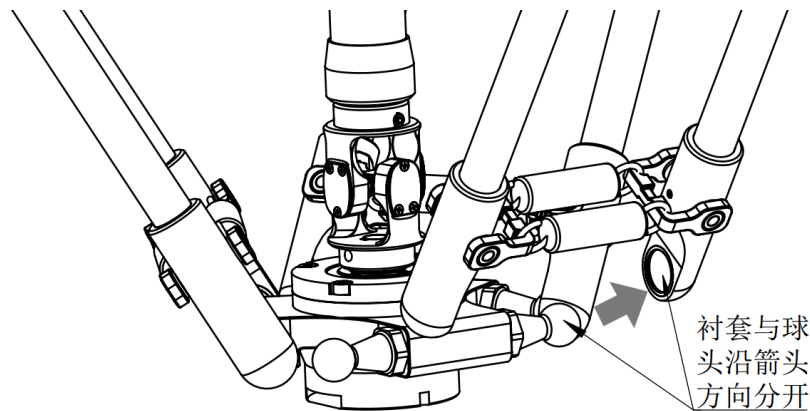

图 3-6 动平台端拆卸示意图
**步骤2** 拉开与动平台连接处的弹簧，使衬套与球头分离，如图 3-6 所示。